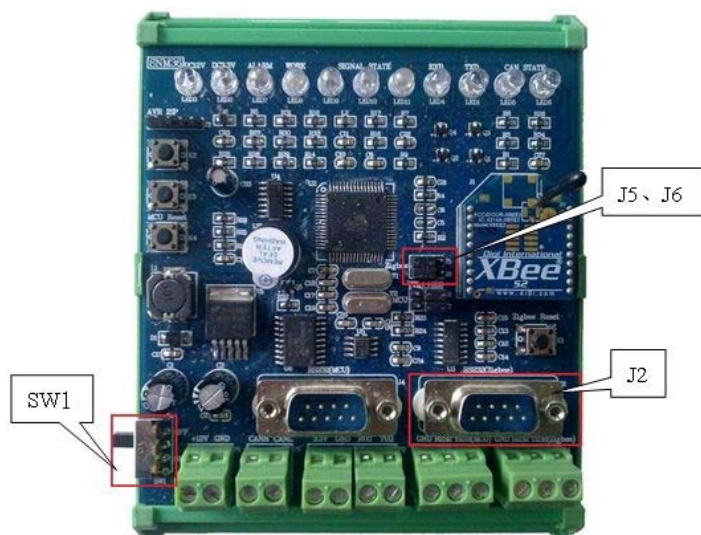
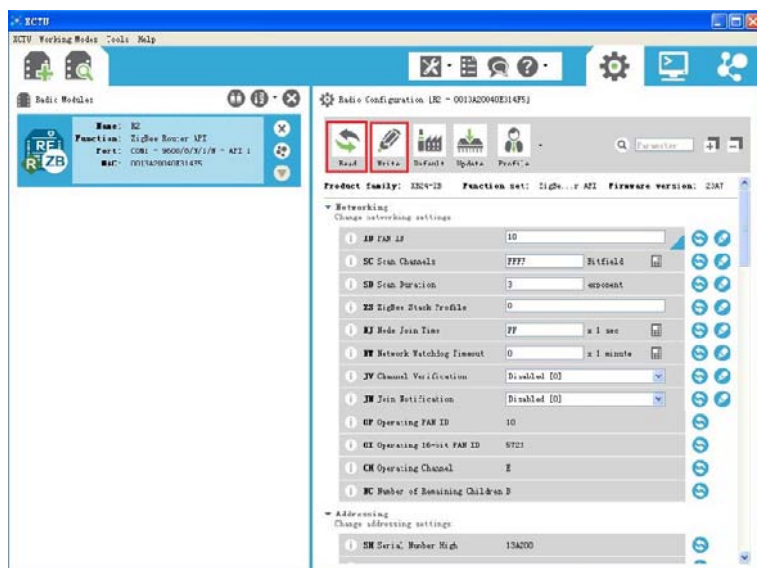

图3 ZigBee 扩展模块
图6 模块信息
- ① 将“感知节点单元”上的 ZigBee 扩展模块的左下侧电源开关【SW1】拨到“OFF”，然后把【J5】、【J6】处的短路帽插到右侧。用平行串口线（两头孔），将 ZigBee 扩展模块上的【J2】连接到 PC 机的串口。将 ZigBee 扩展模块电源开关【SW1】拨到“ON”，如图3所示。
③ 模块添加成功后，显示模块信息，说明通信成功，参考信息如图6所示。
- ④ 在图6的模块信息界面，点击【Read】按钮，将ZigBee扩展模块的固件信息读取出来。
- ⑤ 在“Networking”选项，将“ID PAN ID”项设为参赛选手赛位号（注：同一套设备上Zigbee扩展模块的“ID PAN ID”必须相同）。在“Addressing”选项下，找到“NI Node Identifier”项，输入“R1”，点击【Write】按钮，将修改的参数写回到ZigBee扩展模块中。
- ⑥ 点击【Read】按钮，刚才修改过的参数项目显示蓝色，且每项前面的括号内即为设置的参数值。
- ⑦ 把ZigBee扩展模块（图3）左下侧电源开关【SW1】拨到“OFF”，拔下串口线，把【J5】、【J6】处的短路帽插回到左侧（TTL）端。
- ⑧ 对“智能对象单元”上的ZigBee扩展模块，按上述步骤①~⑦进行类似配置，“ID PAN ID”号设置为参赛选手赛位号，“Node Identifier”项设为“R2”，点击【Write】按钮，写入参数。